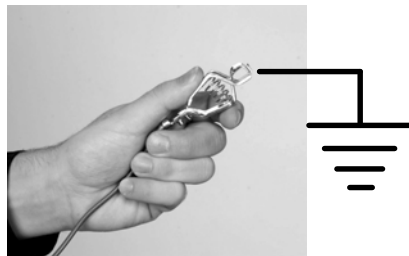

Figura 3-15 Collegamento a terra del sistema
**Sistemi mobili:** Vedi figura 3-15. Collegare il cavo di terra applicato al perno di terra del controller ad una vera messa a terra.